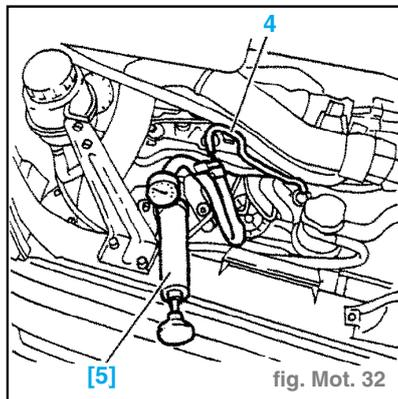

fig. Mot. 32
- Brancher la pompe (5) à l'extrémité du régulateur. (fig. Mot. 32)